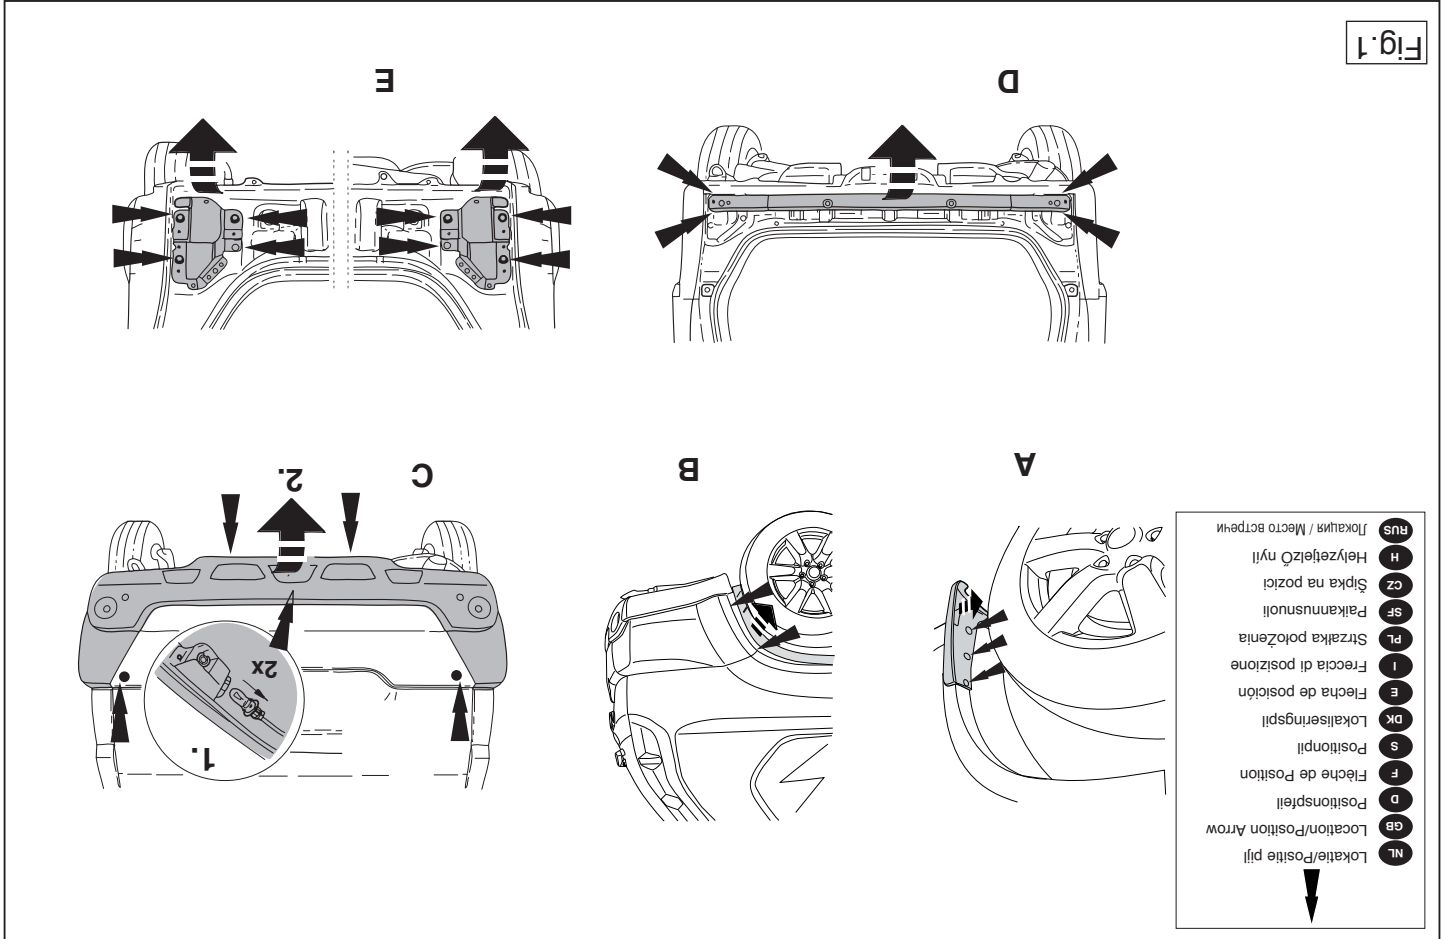

Fig. 1
1. Remove the bumper and the steel buffer beam from the vehicle. See figure 1.
1. Die Stoßstange einschließlich des stählernen Stoßbalkens vom Fahrzeug abmontieren Siehe Abbildung 1.
1. Déposer le pare-chocs du véhicule y compris la traverse en acier. Voir la figure 1.
1. Demonter kofangeren, inklusive køretøjets stålstødbjælke. Se fig. 1.